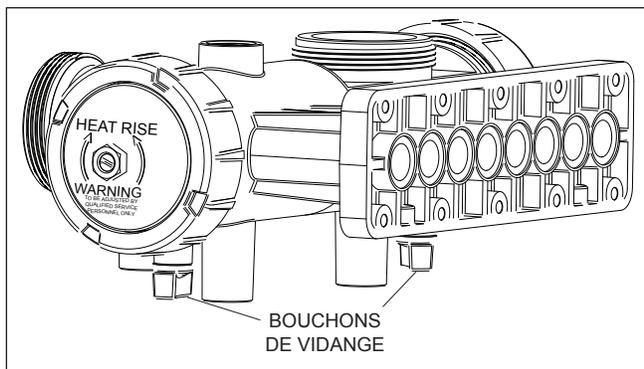

Figure 15. Localisation du Bouchon de vidange du Collecteur
5. Enlevez les bouchons de vidange et videz le réchauffeur. Voir figure 15.